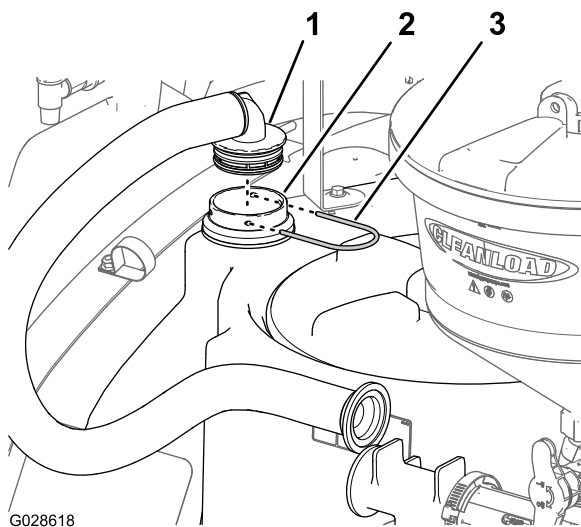

Figure 23
1. Insérez le raccord cannelé à 90° du flexible dans le raccord de traversée (Figure 23) que vous avez monté à l'opération 2 de Montage du raccord de traversée (page 11).
- Fixez le raccord à 90° au raccord de traversée à l'aide de l'étrier de fixation (Figure 23).